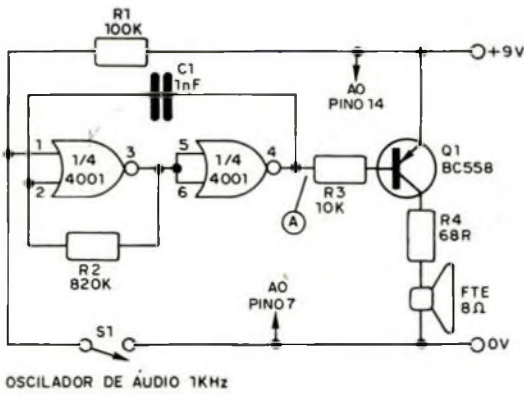

FIGURA 12
O oscilador da figura 12 pode ser usado em sistemas de alarme, chamada ou aviso, produzindo um som de aproximadamente 1 kHz num alto-falante comum.
Eliminando-se R3, R4 e o transistor no circuito da figura 12, ligamos a entrada desta etapa no ponto (A).
A ligação no circuito da figura 12 se faz também no ponto (A), com a eliminação de R3, R4 e do transistor.